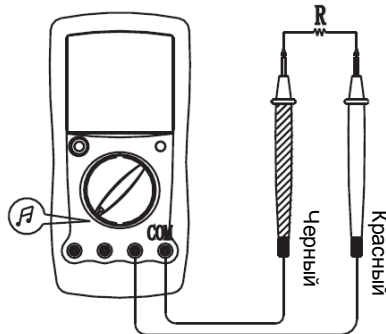

Рисунок 7
E. Прозвонка электрических цепей (см. Рисунок 7)**⚠ Предупреждение**